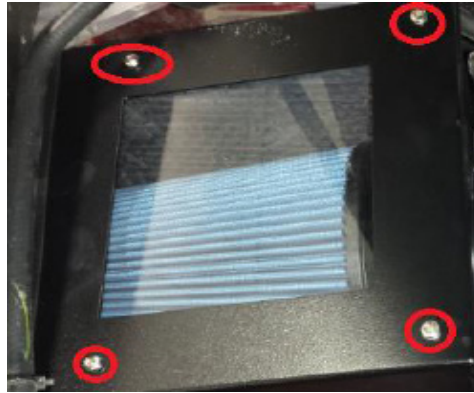

Figura 8
- Desprenda el papel de protección de la tapa de la caja de aire e instale la tapa de la caja de aire con los sujetadores de cuarto de vuelta incluidos encerrados en un círculo en la figura 8.